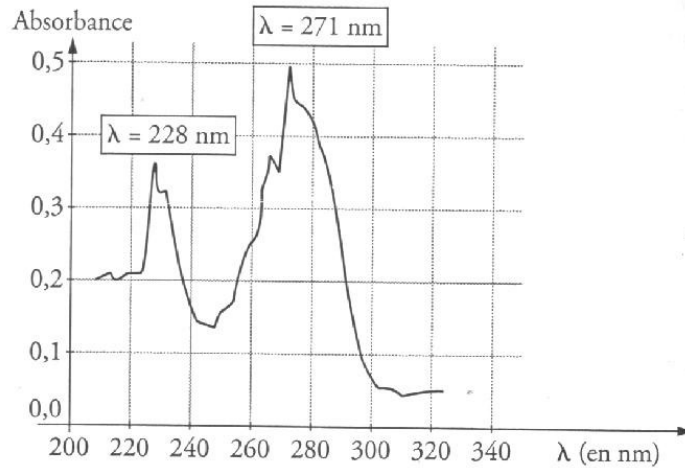

Figure 1
On a tracé sur la figure 1 le spectre d'absorption de la caféine entre 220 nm et 320 nm pour une des solutions de caféine.
3.3 A l'aide de la droite d'étalonnage, trouver quelle est la concentration de la solution qui a servi à faire le spectre d'absorption représenté sur la figure 1.